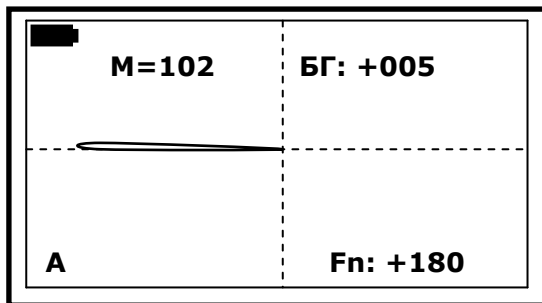

Рис. 16
4. медленно и плавно поднесите датчик к грунту сверху вниз, избегая ударов датчиком о траву, камни и другие объекты. Скорость поднесения датчика должна быть такой, чтобы он опустился до уровня грунта приблизительно, за одну – две секунды. При поднесении датчика к грунту, на дисплее будет вырисовываться линия в левую сторону экрана (Рис. 16). Опускайте датчик до тех пор, пока линия не дойдет до левого края дисплея.